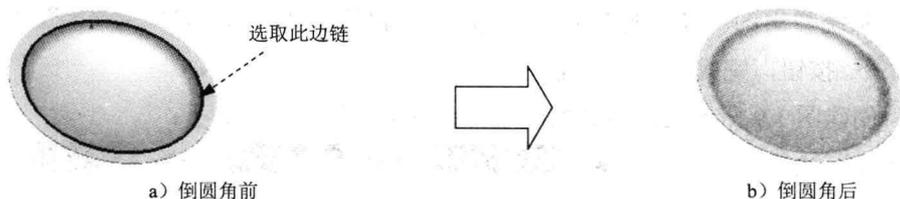

图 1.13 创建圆角特征 2
Step4. 创建图 1.13 所示的倒圆角特征 2，圆角半径值为 6.0。